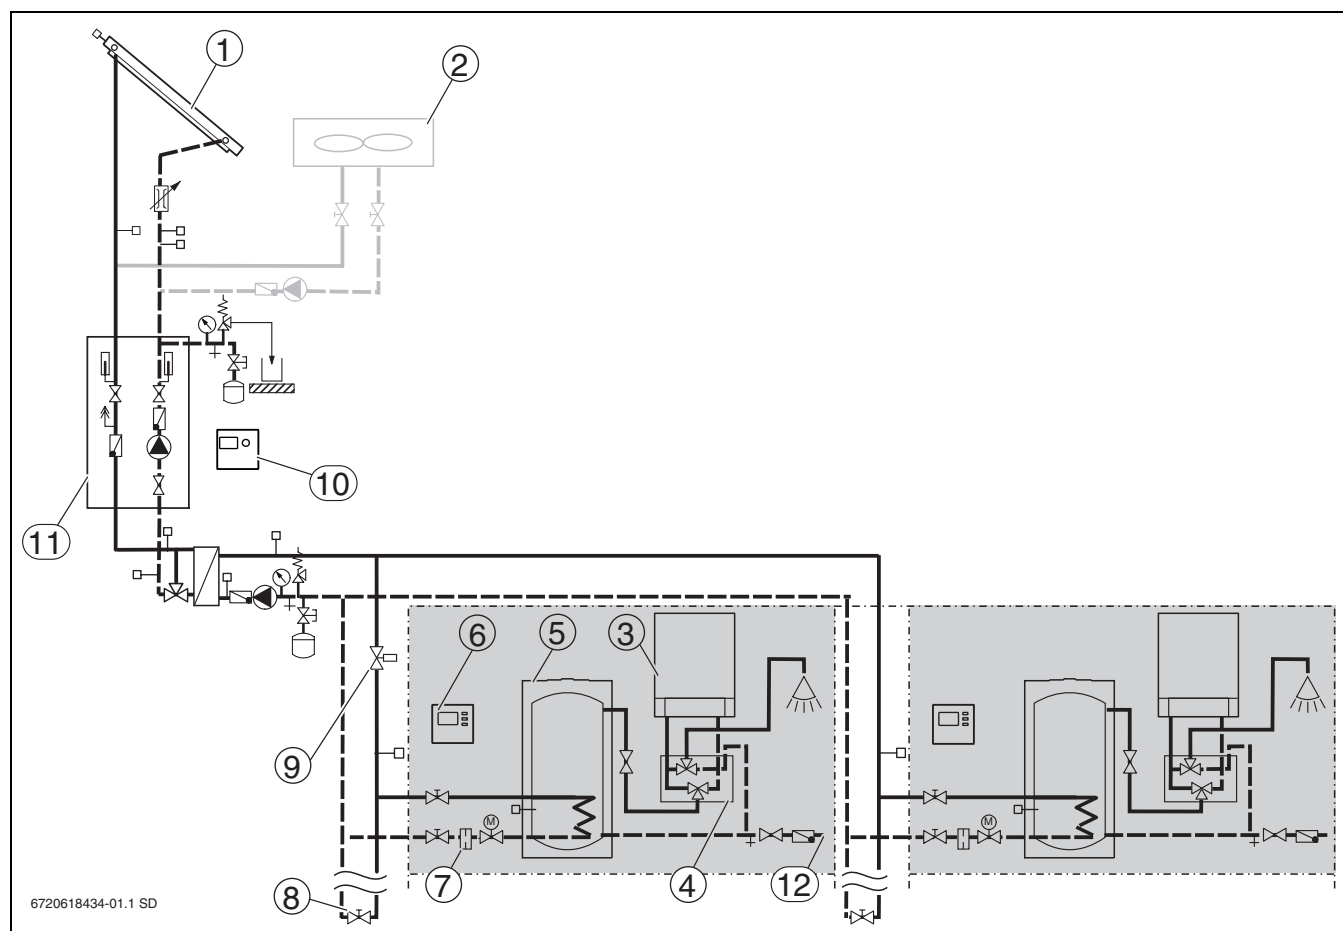

Fig. 1
- ▶ Montare i componenti conformemente alle descrizioni del sistema (→ fig. 1 e 2) e alla documentazione tecnica per il progetto.
- ▶ Spagna: Conformemente a CTE può essere installato a cura del committente un raffreddamento di emergenza, per scaricare l'energia in eccesso (→ fig. 1 e 2).
- ▶ Dietro a ogni pompa montare una valvola di ritegno, per evitare false circolazioni (→ fig. 1 e 2).